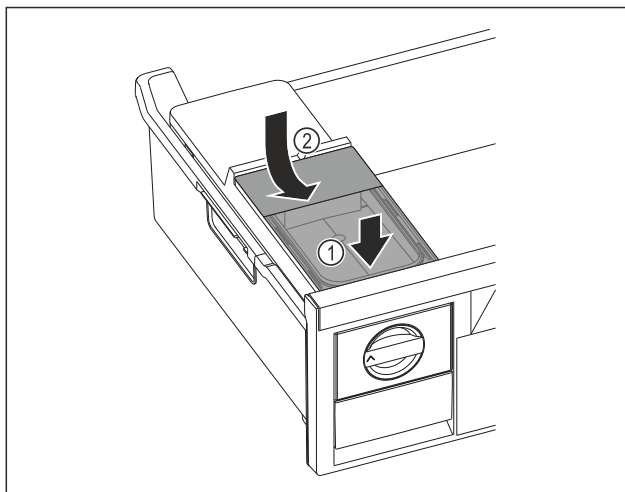

Fig. 110
- ▶ Zbiornik wody wsunąć od przodu Fig. 110 (1)
- ▶ Zbiornik wody opuścić z tyłu Fig. 110 (2)